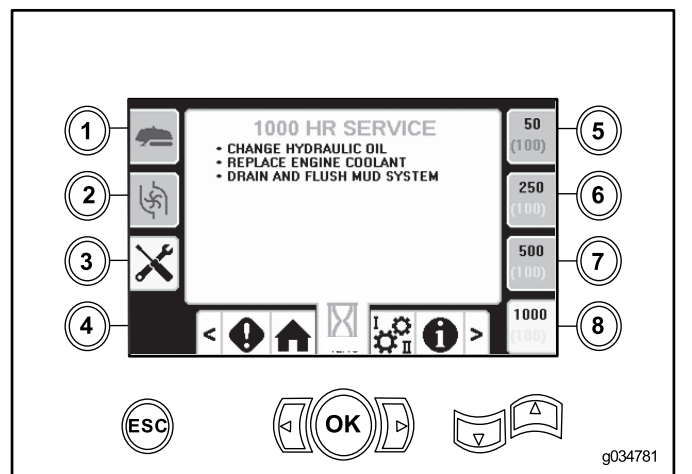

Bild 47
- Taste 8: 1.000 Stunden (**Bild 47**)